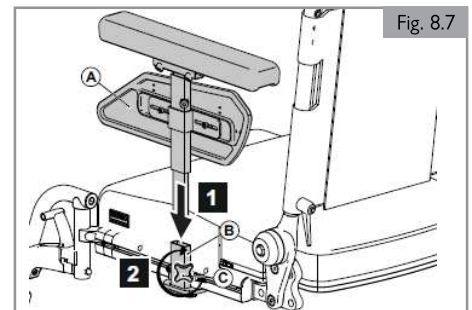

Fig. 8.7
1. Gire (A) unas cuantas vueltas.
2. Retire (B).
**Cómo colocar el conjunto del reposabrazos en posición (Fig. 8.7)**
1. Deslice (A) sobre (B).
2. Gire (C) unas cuantas vueltas.